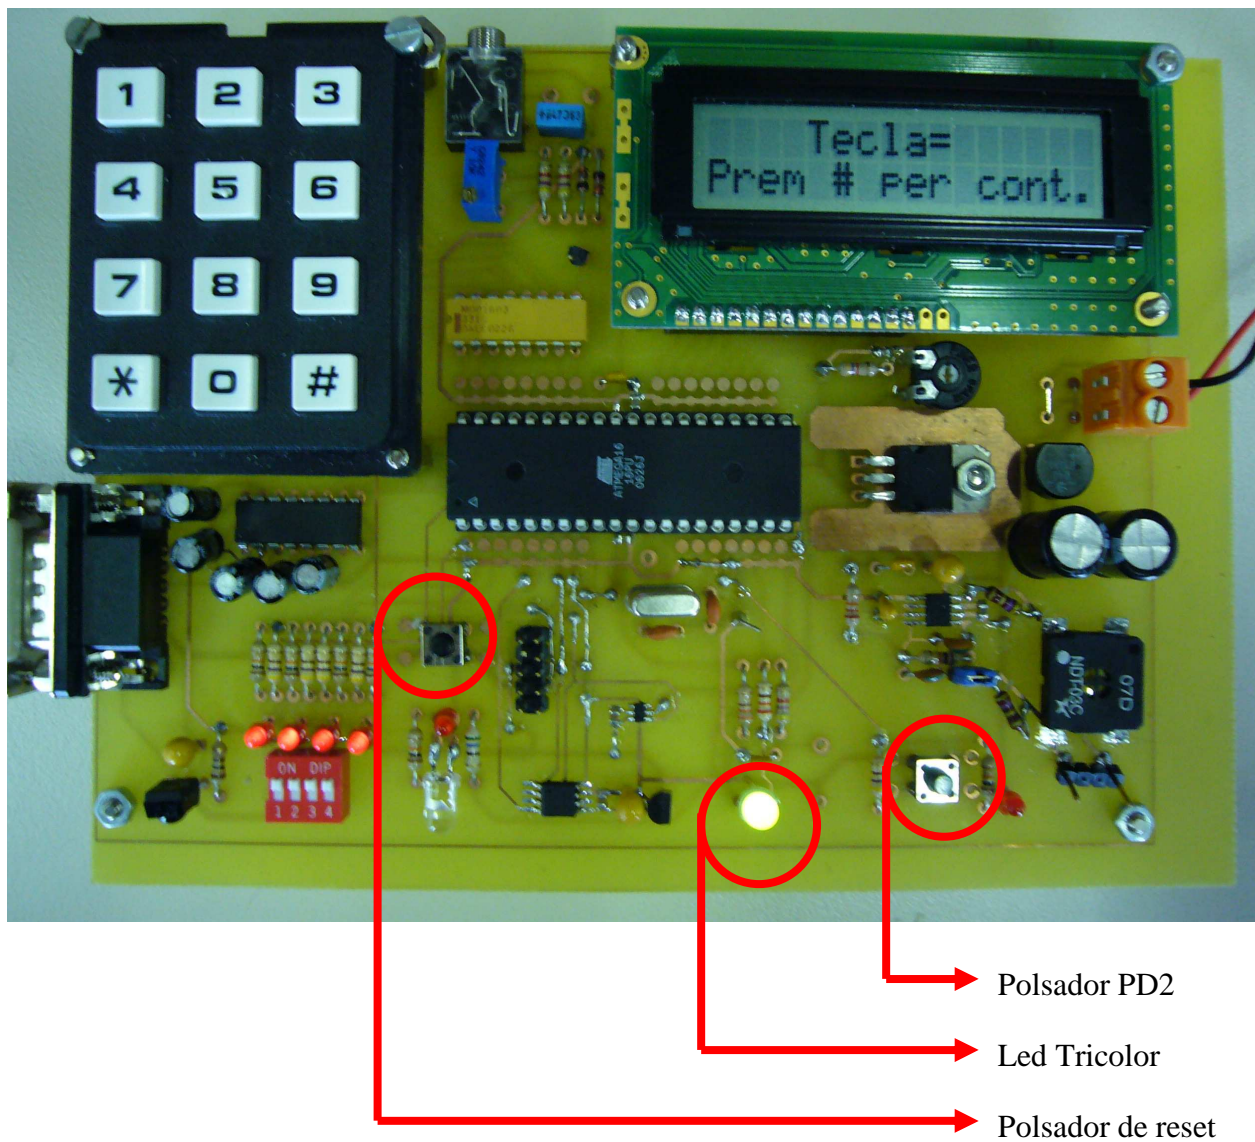

Figura A.2.5.1: Polsador i led tricolor de la placa entrenadora
4. Polsem el polsador PD2 de la placa entrenadora i el mantenim polsat mentre alimentem (o polsem el polsador de reset si ja està alimentada) la placa (**Figura A.2.5.1**). D'aquesta manera accedirem al *bootloader*. Si el led tricolor de la placa s'encén de color verd, s'haurà accedit correctament al *bootloader*. Sinó, s'ha de repetir la instrucció número 4.